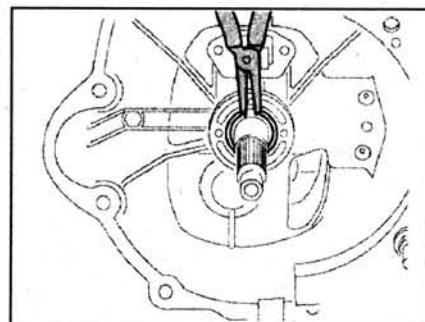

Рис. 4.34. Снимите стопорное кольцо с первичного вала.
6. Снимите стопорное кольцо с первичного вала (рис. 4.34).